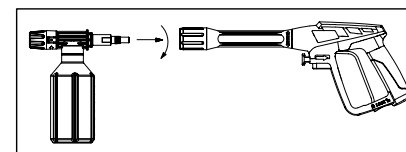

Fig. 3
4. Installare l'accessorio per il sapone sulla pistola. Fig. 3.